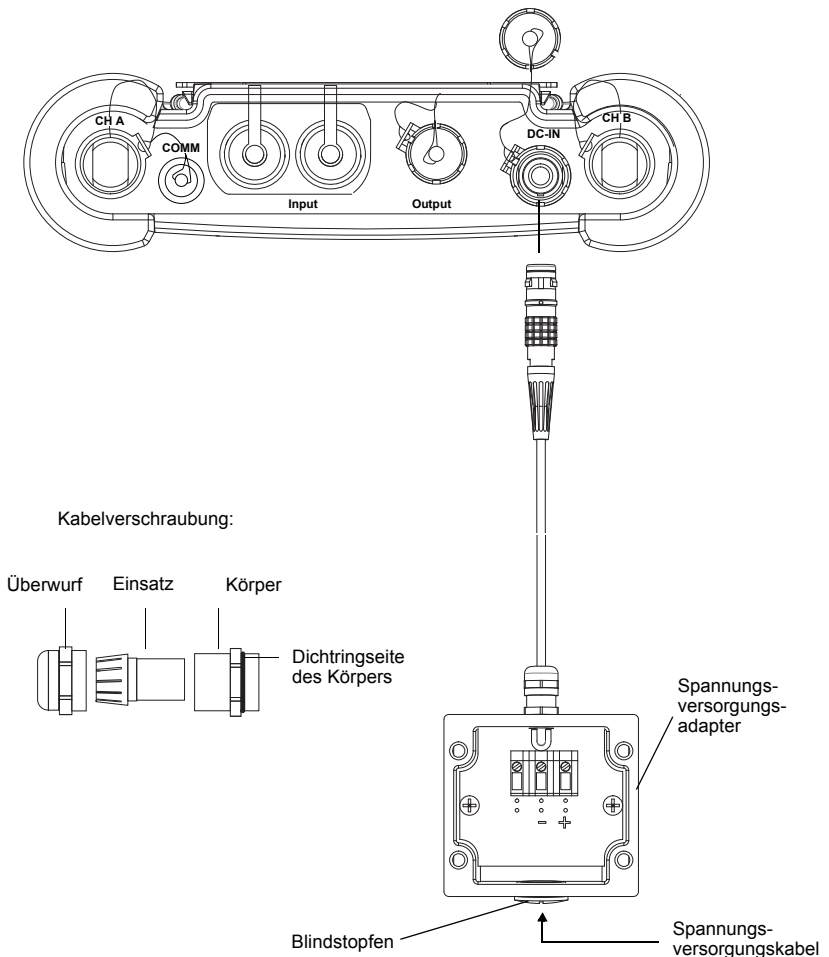

Abb. 7.13: Anschluss des Spannungsversorgungsadapters an den Messumformer FLUXUS F608**-A2
- Entfernen Sie den Blindstopfen (siehe Abb. 7.13).
- Schieben Sie das Kabel durch Überwurf, Einsatz und Körper der Kabelverschraubung (siehe Abb. 7.13).
- Schließen Sie das Kabel an die Klemmen des Spannungsversorgungsadapters (siehe Abb. 7.13 und Tab. 7.1).
- Stecken Sie den Stecker des Spannungsversorgungsadapters in die Buchse des Messumformers (siehe Abb. 7.13).